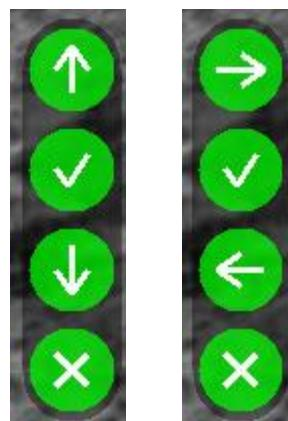

Рисунок 5 – Примеры индикатора назначения кнопок
- Индикатор назначения кнопок** – индикатор, подсказывающий пользователю назначение каждой отдельной кнопки (2-5) при выполнении какого-либо действия в выбранном режиме (см. рис. 5). Данный индикатор появляется **только** в случаях, установленных ПО (например, при вводе выверки прицельной сетки).